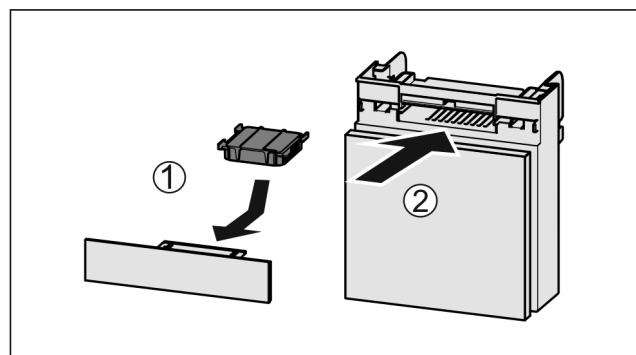

Fig. 77
- Установите фильтр с активированным углем, как показано на рисунке Fig. 77 (1).
- Вставьте отделение Fig. 77 (2).